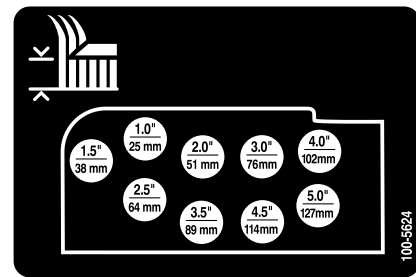

Figure 17
- Montez les chaînes de hauteur de coupe dans le trou correspondant à la hauteur de coupe voulue à l'aide de l'axe de chape et de la goupille fendue (Figure 17).